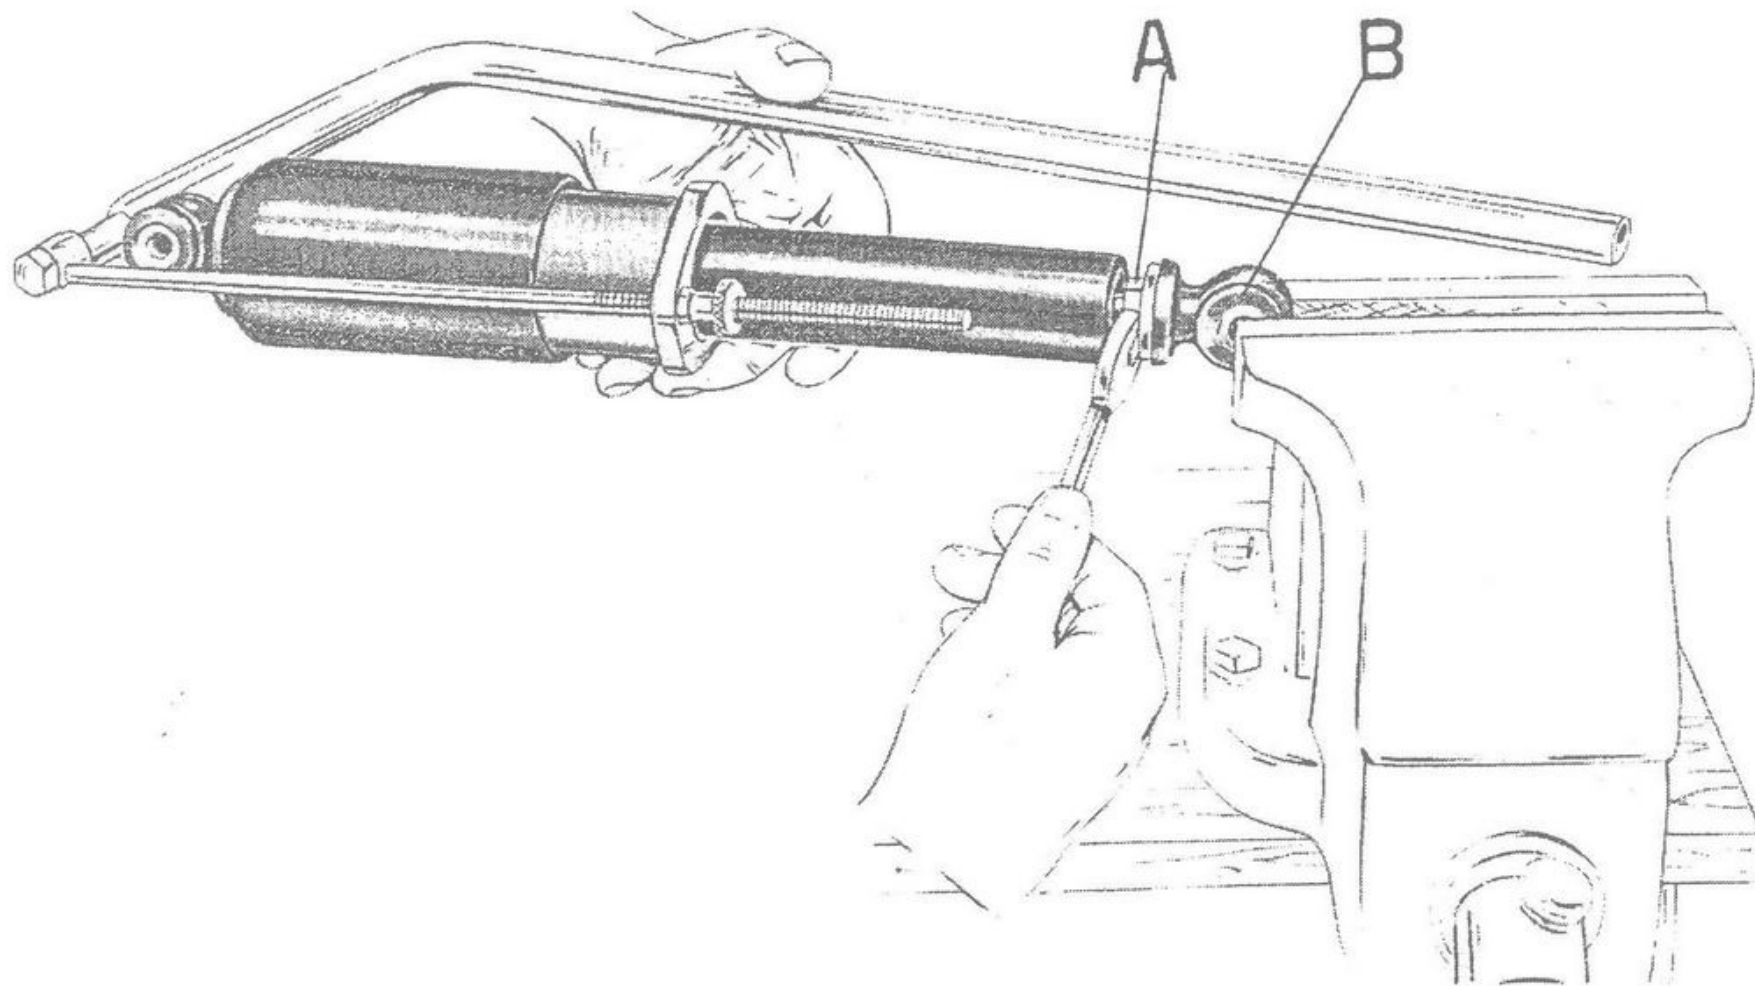

Fig. 40 - Come viene smontato il cappello con parte del molleggio posteriore
Per la sostituzione del cappello, molla e custodia del molleggio posteriore lo smontaggio viene eseguito tramite apposito attrezzo 55755 come dimostrato a fig. 40. Questo attrezzo comprime la molla quel tanto da poter svitare di un giro il dado (A); svitare poi, colle mani, l'attacco inferiore (B), indi sfilare cappello, molla e custodia.